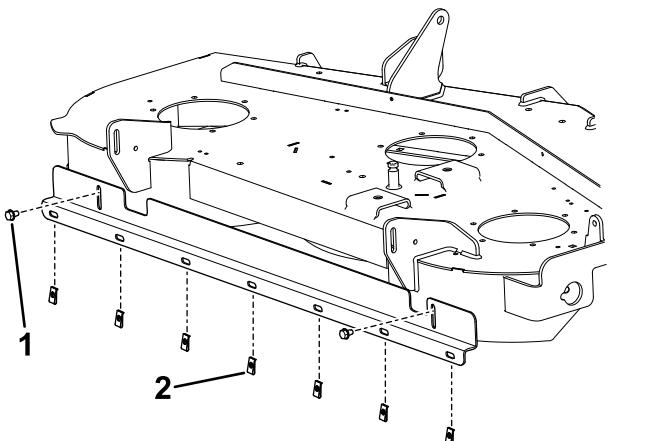

Bild 3
4. Befestigen Sie die Halterung mit zwei selbstschneidenden Schrauben an den Löchern (**Bild 3**).
5. Setzen Sie sieben Geschwindigkeitsmuttern in die offenen Löcher in der Halterung ein (**Bild 3**).